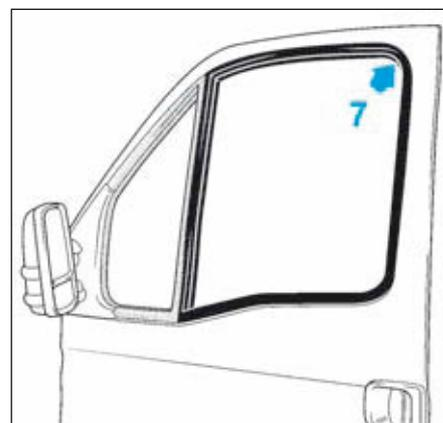

FIG.100
- Chausser le joint à l'angle (7) (Fig.100).